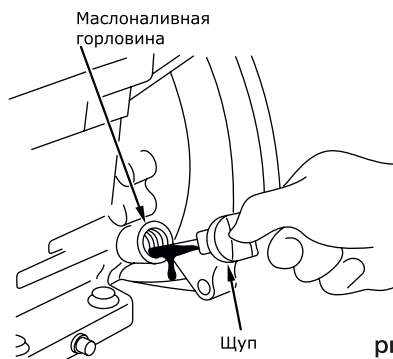

рис. 7
3. Долейте масло в картер до момента, когда уровень будет находиться между отметками МИН и МАКС на щупе (рис. 7).